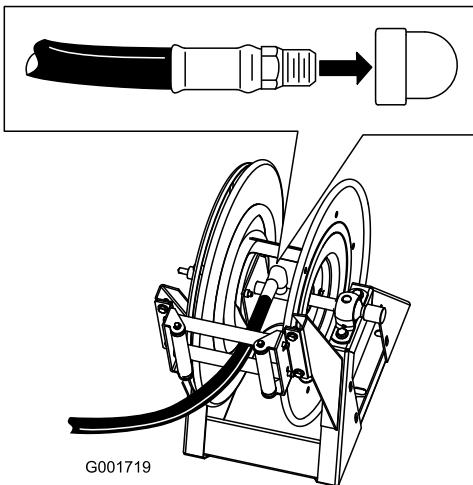

Figura 38
1. Envuelva con cinta Teflon® las roscas del acoplamiento de la manguera larga e instale el acoplamiento en el tubo conector del carrete (Figura 38).